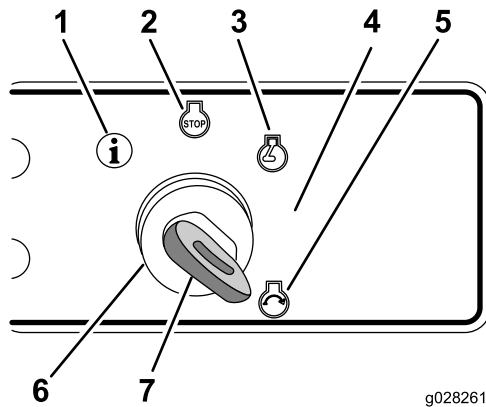

Figura 7
1. Gire la llave a la posición de Marcha y espere a que el voltaje mostrado en la pantalla descienda y vuelva a subir (Figura 7).
2. Gire la llave a un punto situado entre las posiciones de Marcha y Arranque y sujétela en esa posición durante 45 segundos (Figura 7).
5. Gire la llave a la posición de Arranque (Figura 7).